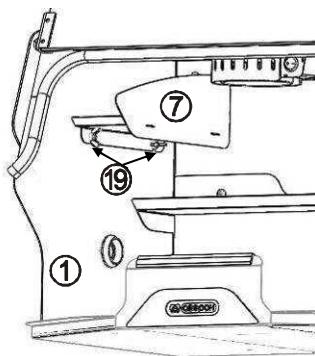
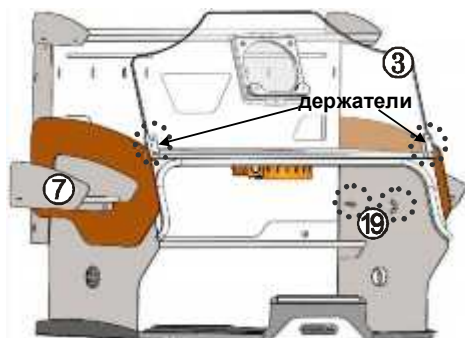

Рис.6
Рис.7
6.4 Снять карманы (7) изнутри камеры бокса, ослабив у каждого по два винта (19), рис.6, достать принадлежности и переставить их на внешние стороны боковых стенок **БОКСА**, надев прорезьями на шляпки винтов (19), которые затянуть после перестановки карманов, рис.7.
6.6.2 Смотровое стекло (3), рис.7, установить в держатели. Верхний торец стекла совместить с торцами держателей и закрепить их винтами (ключ входит в комплект бокса). Винты закрутить до исключения перемещения стекла в держателях.
6.6.6 Разместить ЛИНЗА 3.0 БОКС АРТ (4) на смотровом стекле снаружи **БОКСА**, а магнитные держатели закрепить на обратной стороне стекла, рис.7.